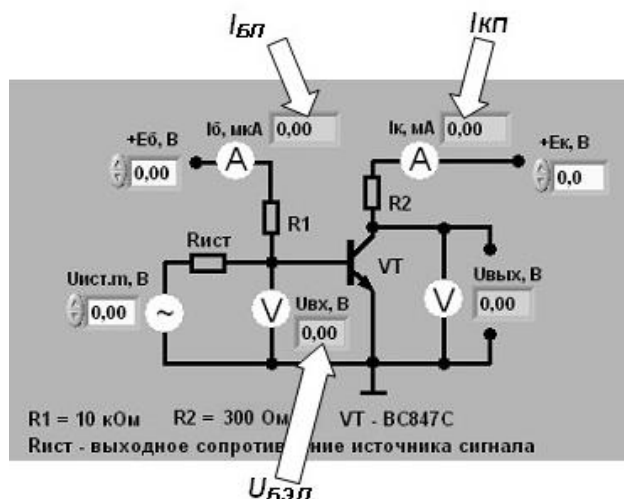

Рис.1 Определение параметров точки покоя транзисторного каскада с общим эмиттером по цифровым индикаторам
5.6. Выберите положения точки покоя транзистора на графическом индикаторе. Для этого регулируя напряжение источника смещения базы  $+E_B$ , установите такое значение тока базы  $I_B$ , при котором рабочая точка находится в середине линии нагрузки. По цифровым индикаторам лицевой панели ВП (см. рис.1) определите и занесите в первую строку табл. 1 параметры статического